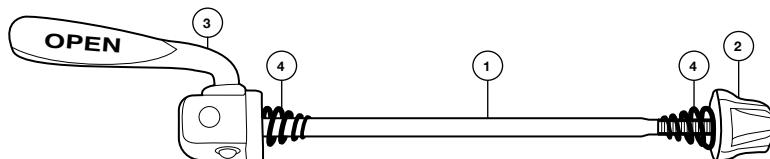

Figure 14. Axe à blocage rapide : ① Tige ② Écrou ③ Levier ④ Ressort conique
2. Vérifiez que les ressorts coniques se trouvent bien de chaque côté du moyeu et que la plus petite circonference de ces derniers soit orientée vers le moyeu (vers le centre de la roue) comme sur la *Figure 14*.